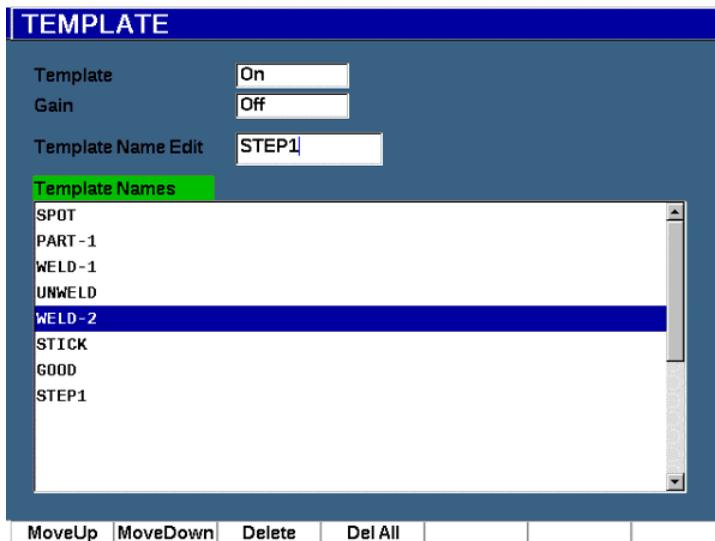

Figura 11-51 Pagina di configurazione dei modelli
1. Selezionare **Modello** > **Conf.** per visualizzare la pagina di configurazione **Modello** (Template) [vedere Figura 11-51 a pagina 334].